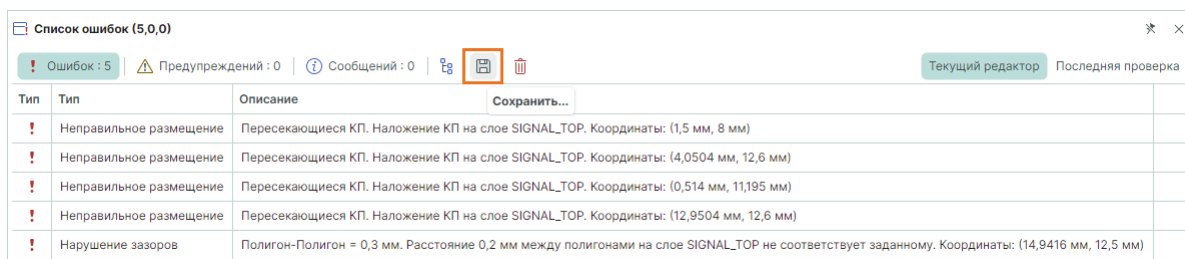

Рис. 486 Переход к выбору директории сохранения
1. Нажмите кнопку «Сохранить», см. Рис. 486.